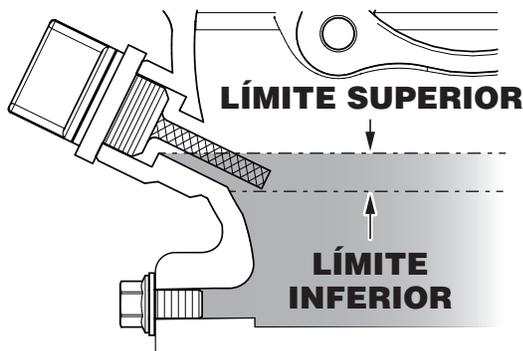

Figura 15. Nivel de aceite del motor
4. Si el nivel de aceite es bajo (Figura 15), llene hasta el borde del orificio de llenado con el tipo de aceite recomendado en Tabla 5. Consulte Tabla 2 para la capacidad máxima de aceite del motor.